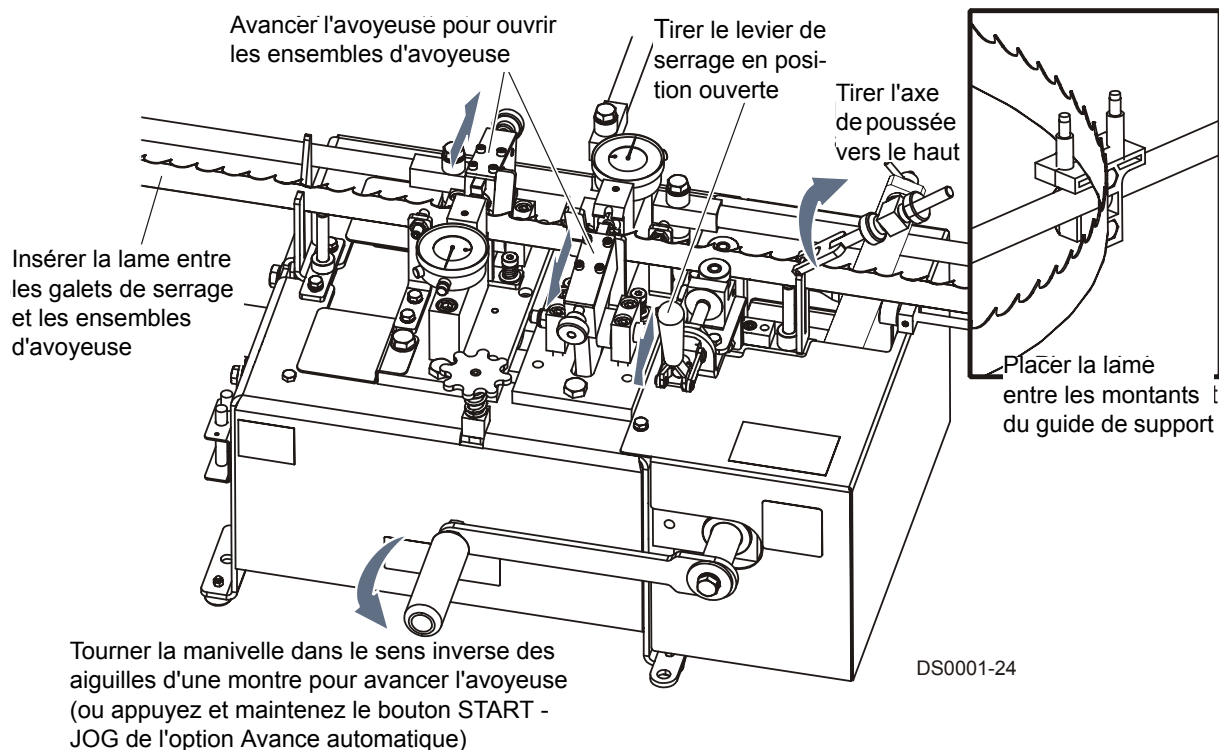

FIG. 3-15
**Voir Figure 3-15.** Tirez le levier de serrage de la lame en position ouverte et basculez l'axe de poussée vers le haut. Tournez la manivelle d'avance dans le sens inverse des aiguilles d'une montre (ou appuyez et maintenez le bouton START - JOG de l'option Avance automatique) pour faire avancer l'avoyeuse jusqu'à ce que les ensembles d'avoyeuse s'ouvrent.